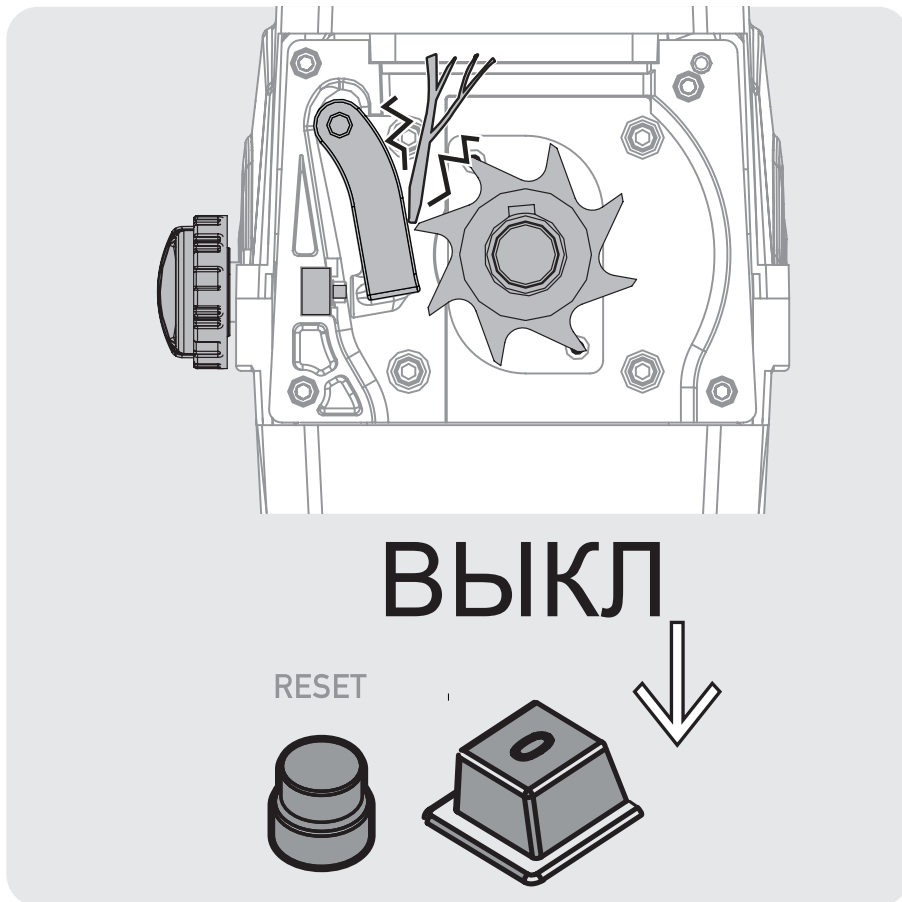

Рис. 13
- Для включения устройства через 3-5 минут нажмите кнопку сброса RESET (Рис. 13).
- Нажмите кнопку (I), чтобы перезапустить устройство.